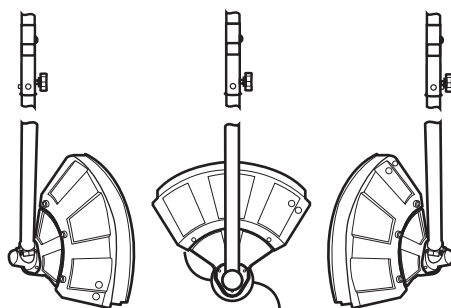

Fig. 15
- > Pour cela, appuyez sur la butée [16] et tournez le tube inférieur [17] vers la droite ou vers la gauche jusqu'à positionner la butée (Fig. 15).